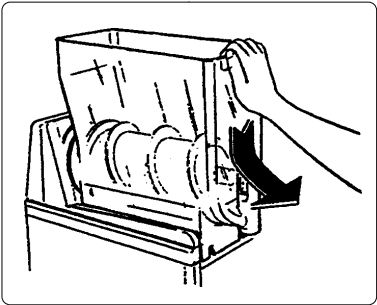

Fig. 11
b) Tirare la vasca verso l'esterno, come raffigurato, per poterla togliere totalmente dalla propria sede (v. fig. 11). Lavare accuratamente la vasca evitando l'uso di detersivi o polveri abrasive che possono danneggiare le finiture.